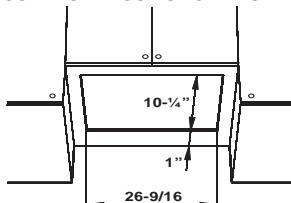

Fig.5
2. Découpez un trou au fond du meuble en utilisant les dimensions reportées dans la fig.5.